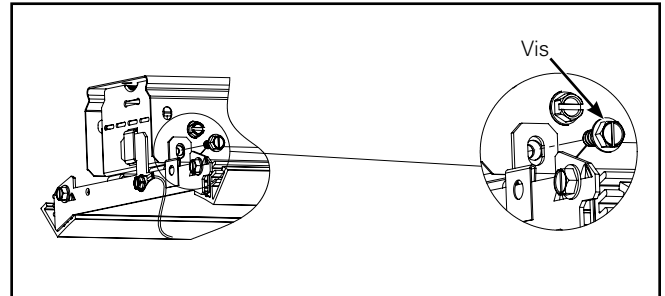

Figure 11.
4. Fixez l'assemblage du guide d'ondes à l'assemblage du canal avec les vis fournies, (figure 11.) (Un seul côté du luminaire) (Utilisez une longue mèche ou un outil à angle droit).